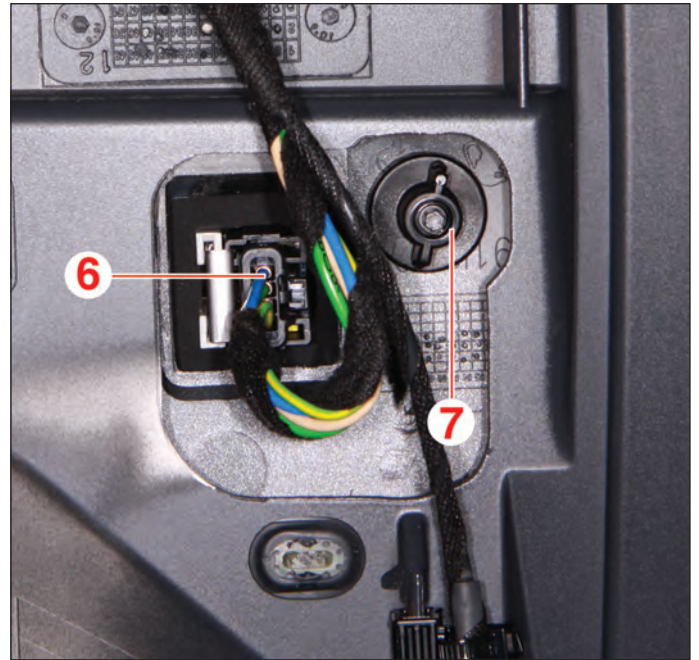

FIG.10
- Débrancher le connecteur (6) (Fig.10).
- l'écrou papillon (7),